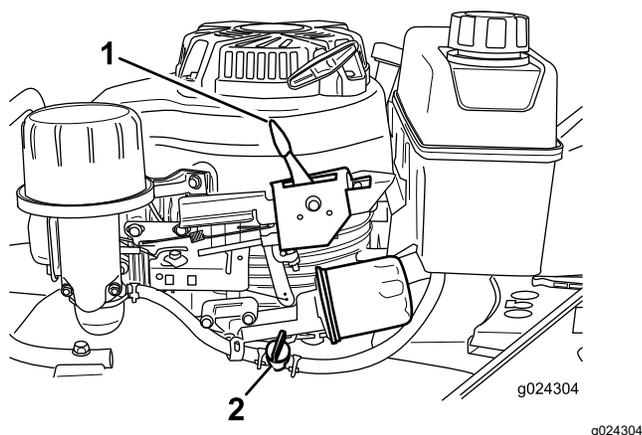

Figure 15
2. Ouvrez le robinet d'arrivée de carburant en déplaçant le levier vers la **droite** (Figure 15).
Relâchez la barre de commande de la lame et placez la commande d'accélérateur (Figure 15) en position ARRÊT.
**Remarque:** Fermez le robinet d'arrivée de carburant (Figure 15) si vous ne prévoyez pas de démarrer le moteur peu après.